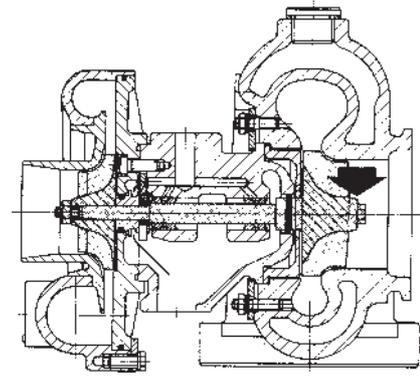

Fig. 211. Endroit de mesure (jeu radial), KKK
1. Placer un indicateur à bascule avec la touche de mesure sur le moyeu de turbine comme le montre la figure 211.